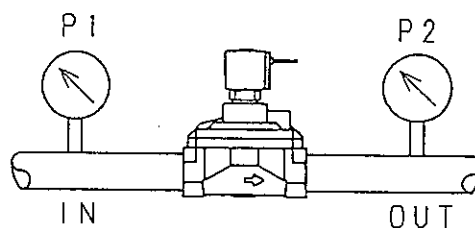

図13
(1) 水道水, 工業用水(混入物の少ない水)にご使用ください。農業用水, 汚水, 海水, 異物などの混入した水などへのご使用は避けてください。
(2) 周囲温度・流体温度は仕様の範囲内でご使用ください。
(3) 仕様の圧力範囲内でご使用ください。とくにIN, OUTの弁差圧は弁開時0.03MPa{0.3kgf/cm²}以上 確保してください。(図13参照)